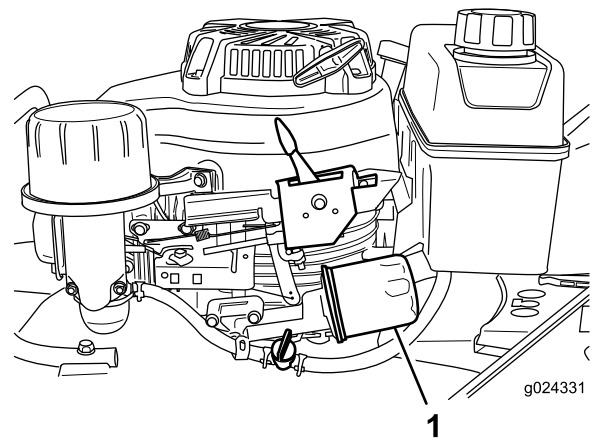

Bild 25
6. Legen Sie einen Lappen unter den Ölfilter (Bild 25), um das Öl aufzufangen, das ggf. beim Entfernen des Ölfilters ausläuft.